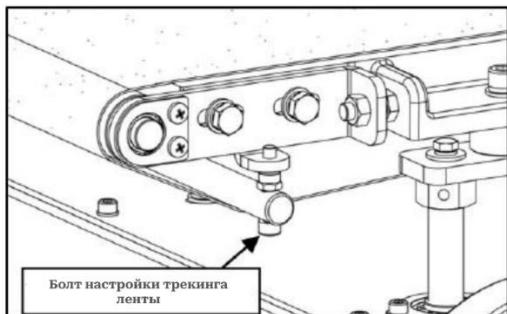

Рис.12
3. Когда конвейерная лента окажется почти посередине роликов или стола, ослабьте регулировочный винт подачи до тех пор, пока подающая лента не перестанет двигаться и не будет двигаться прямо. Если конвейерная лента слишком сильно отклонится в другую сторону, при необходимости ослабьте регулировочный винт подачи, чтобы вернуть ее на место. См. следующий рис. 12.